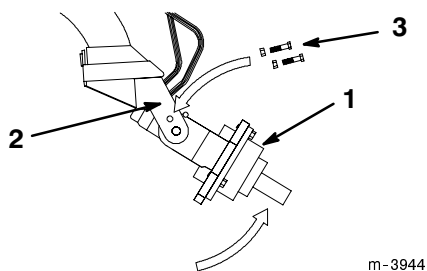

Abbildung 2
3. Den Bohrerantriebskopf mit der Hand nach oben drehen, bis zwei 5/8"-11 x 3-1/2"-Schrauben in die Löcher an beiden Seiten der Gestellarme geschoben werden können, um den Antriebskopf zu befestigen. Die Schrauben jeweils mit einer 5/8"-11-Mutter leicht befestigen (Abb. 2).